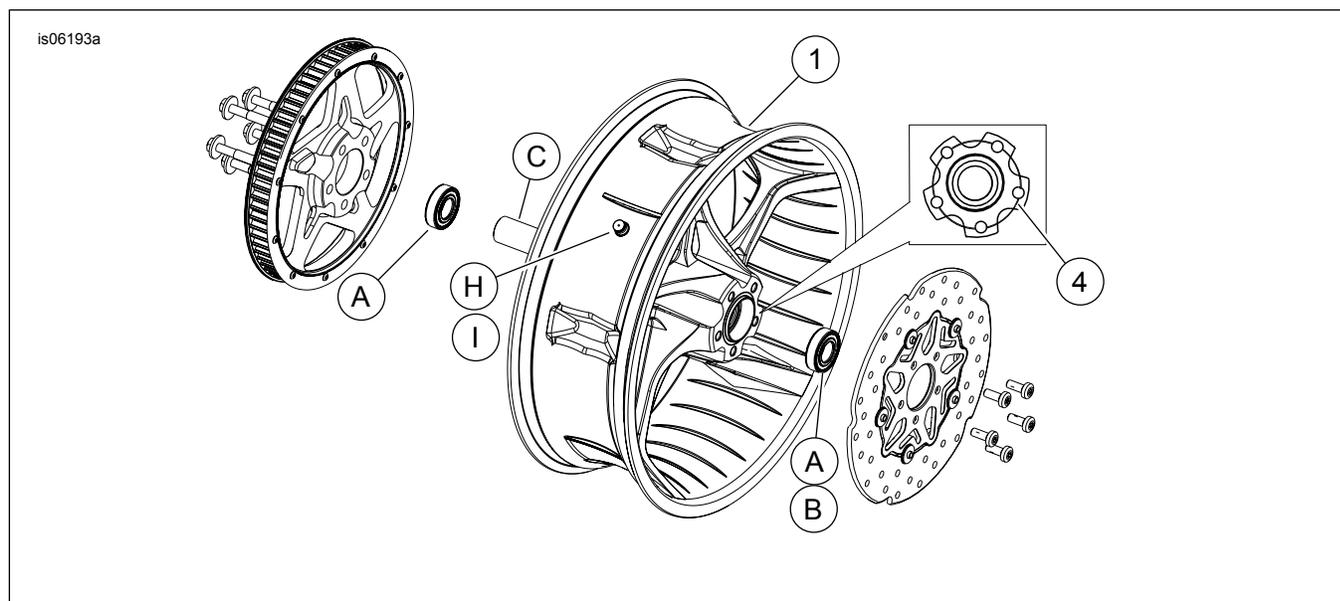

Figura 1. Parti di ricambio: Ruota posteriore Stinger
Vedere Figura 1 e Tabella 2.
2. Vedere Figura 1. Montare sulla ruota il gruppo dello stelo della valvola (H o I). Vedere il manuale di manutenzione.